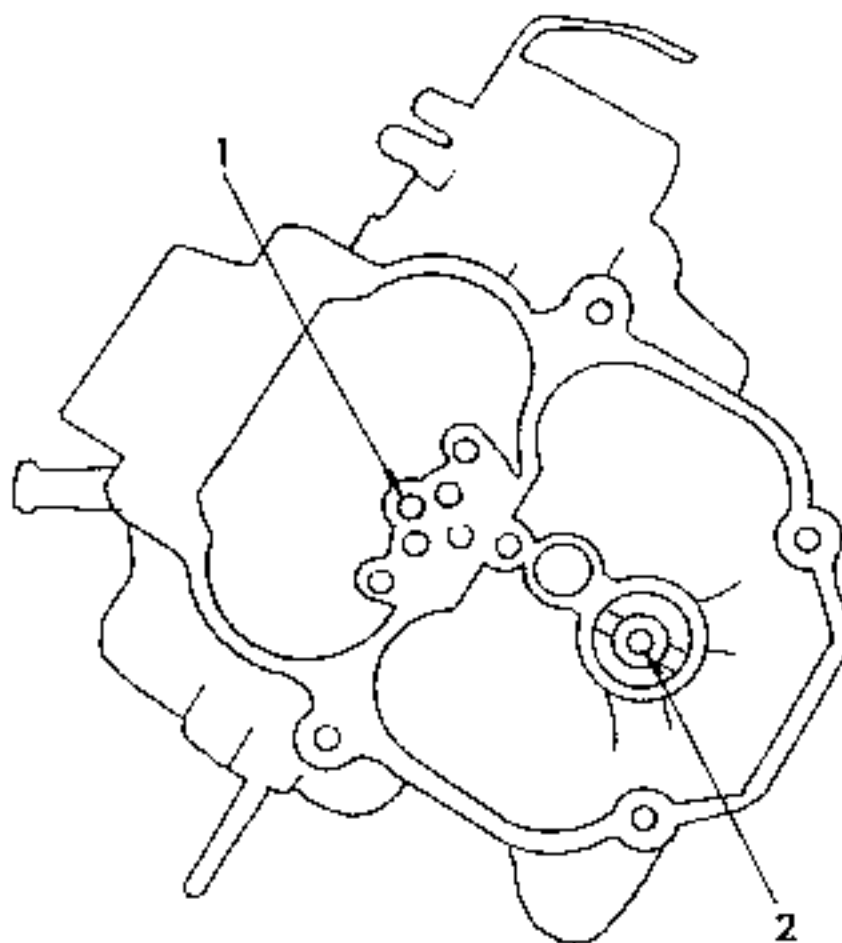

Bild 49
- Vergaser umkehren und das Auslassventil der Beschleunigungspumpe und die Einlasskugeln ausschütteln. Die Lage der beiden Teile ist in Bild 49 gezeigt.